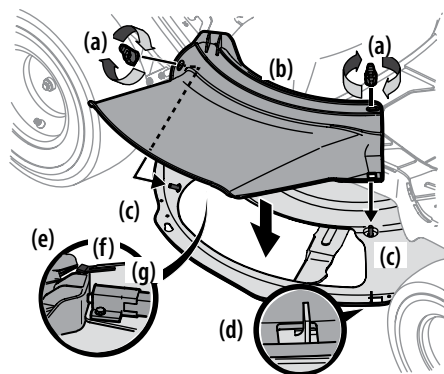

Figura 2-9
- Extraiga las perillas de aleta (a) que se instalaron en la plataforma de corte y consérvelas para colocarlas posteriormente. Consulte la Figura 2-9.
- Coloque el canal de la plataforma (b) en la abertura de descarga sobre la plataforma. Los espárragos (c) en la superficie de la plataforma calzarán en los orificios de la parte superior del canal de la plataforma (b). La pequeña lengüeta (d) del borde de la plataforma calzará en el recorte cuadrado de la parte inferior del canal de la plataforma (b). Consulte la Figura 2-9.
- Sujete el canal de la plataforma (b) ajustando las perillas de aleta (a) que se extrajeron en el paso 1. Consulte la Figura 2-9.